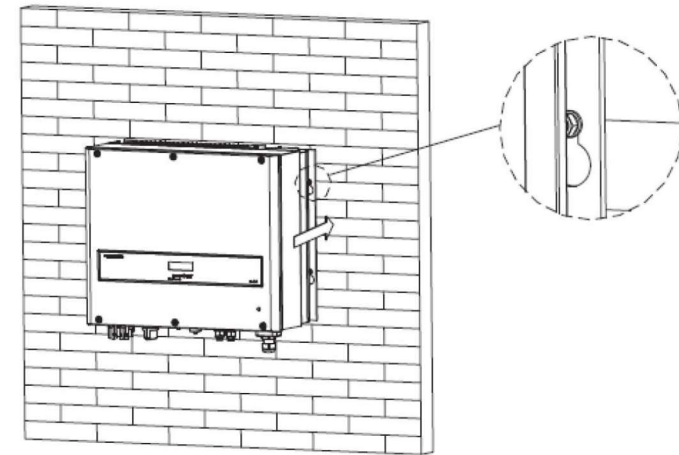

Fig 5.5
- Po upewnieniu się, że inwerter jest prawidłowo zamontowany należy przykręcić inwerter do ściany za pomocą śrub montażowych M6 po obu stronach by montaż był jeszcze trwalszy. (w razie potrzeby odnieść się do Fig. 5.5)